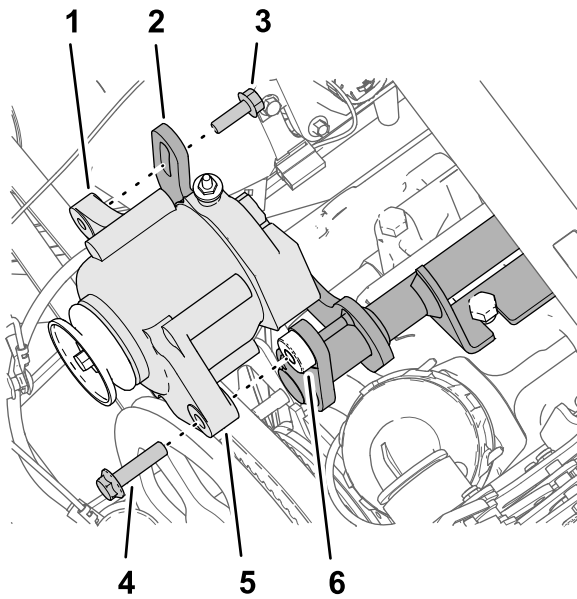

Figure 181
1. Fixez l'alternateur (60 A) au bossage fileté du support d'alternateur (Figure 181) avec le boulon à embase (3/8" x 1 1/2").
2. Fixez la bride fileté de l'alternateur à la bride fendue du support d'alternateur (Figure 181) avec le boulon à embase (8 x 25 mm).